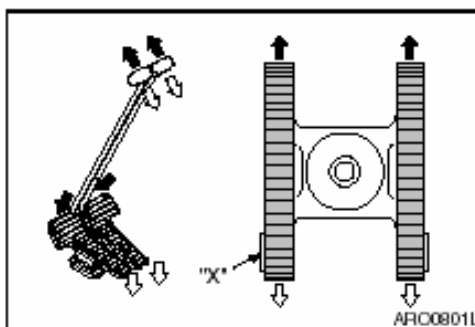

Figura 38
1. Para conducir en línea recta (Figura 38), presione completamente tanto las palancas de control como los pedales de avance para desplazarse en la dirección normal de marcha o hacia atrás. Cuanto más presione las palancas/pedales, mayor será la velocidad de avance.